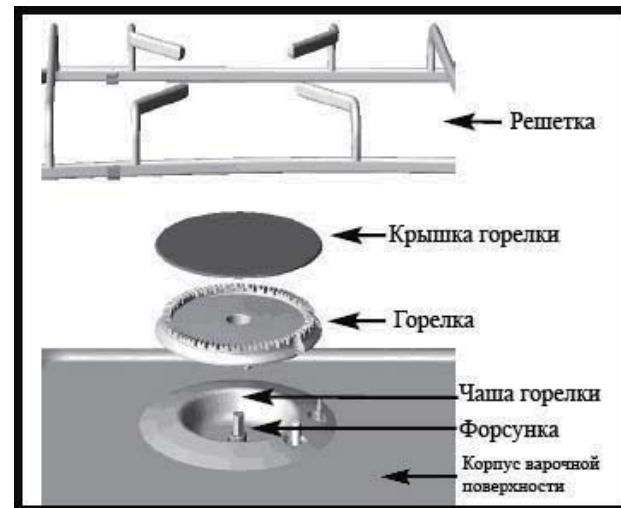
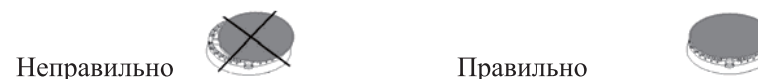

Рис. 5
Рис. 6
- Установив варочную поверхность, проверьте правильность установки и расположения горелок (см. рис.5 и рис. 6)